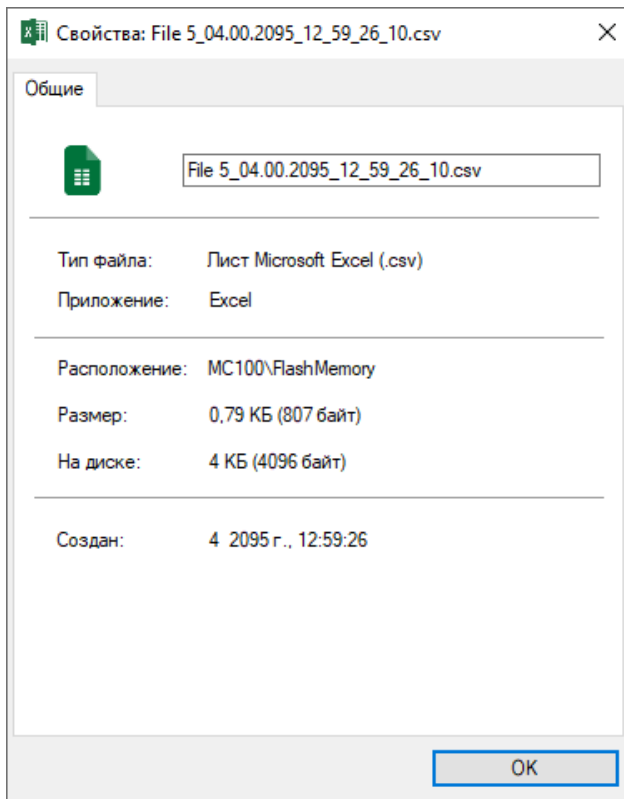

Рисунок 3 – Окно свойств файла
- Кнопка **Свойства** предназначена для просмотра свойств файла (рис. 3);